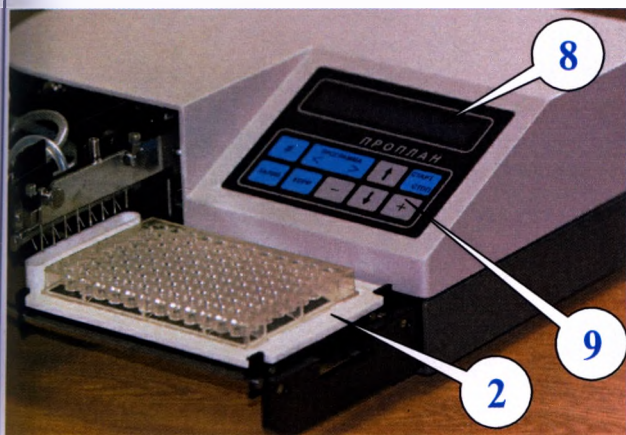

Рис. 1
2. Поддон для планшетов. Съемный с фиксацией в рабочем положении (поз. 2, рис. 1, 6).
5. Панель управления прибором состоит из жидкокристаллического индикатора (поз. 8, рис. 1, 7) и клавиатуры (поз. 9, рис. 1, 7).
Клавиатура состоит из десяти клавиш. Функционально клавиатура разделена на два поля: левое синего цвета и правое – серого (рис. 1).